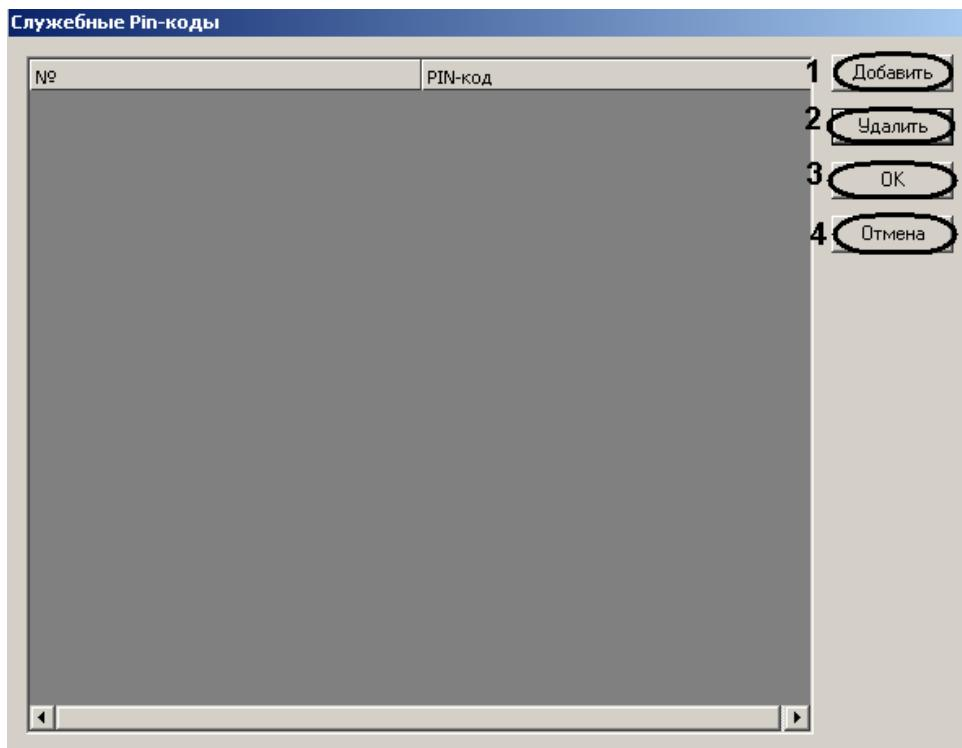

Рис. 3.3-16 Окно Служебные Pin-коды
Откроется окно **Служебные Pin-коды** (Рис. 3.3-16).
2. Нажать кнопку **Добавить** для добавления нового служебного PIN-кода (см. Рис. 3.3-16, 1).
4. Для удаления служебного PIN-кода необходимо выделить нажатием левой кнопки мыши его номер (ячейка столбца №) или значение (ячейка столбца PIN-код) и нажать кнопку Удалить (см. Рис. 3.3-16, 2).
5. Для сохранения внесенных изменений и возврата на панель настроек объекта Контроллер доступа Elsys-MB необходимо нажать кнопку OK (см. Рис. 3.3-16, 3).
*Примечание. Для возврата на панель настроек объекта Контроллер доступа Elsys-MB без сохранения изменений необходимо нажать кнопку Отмена (см. Рис. 3.3-16, 4).*